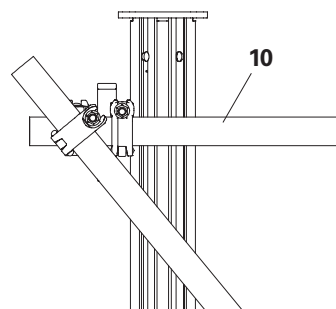

Fig. B.1.02a
- Arrangement of the couplings, see Fig. B.1.02a.